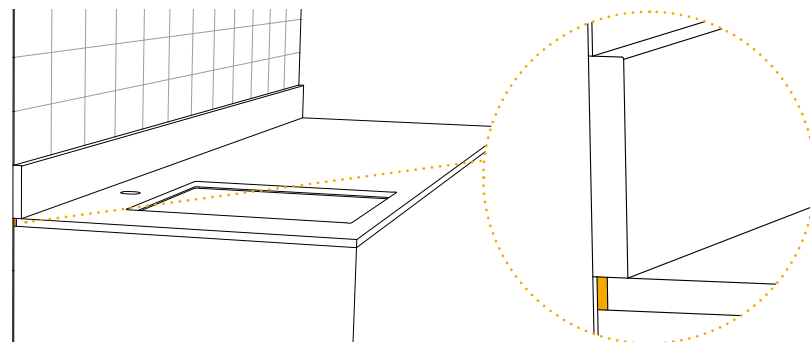

Abb.5
- Es sind Ausdehnungsfugen von mindestens 3 mm zwischen der Arbeitsplatte und einem eventuellen Fliesenpiegel vorzusehen, um Unregelmäßigkeiten der Wand oder mögliche Bewegungen des Gebäudes auszugleichen und dadurch eine übermäßige Spannung und die Gefahr von Brüchen der Platte zu vermeiden (Abb. 5). Die Abschlussleiste ist immer auf der Arbeitsplatte aufzusetzen und mit transparentem Silikon zu versiegeln.